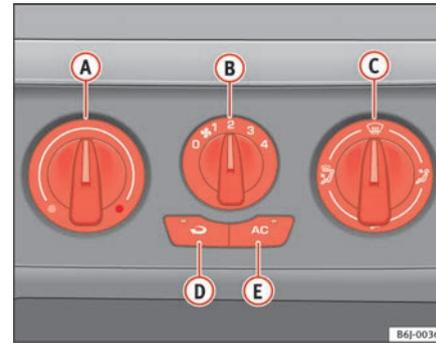

Abb. 88 In der Instrumententafel: Bedienelemente Klimaanlage
- Mit den Reglern  $\Rightarrow$  Abb. 88 A und C und mit dem Schalter B stellen Sie die Temperatur, die Gebläsestufe und die Luftverteilung ein.